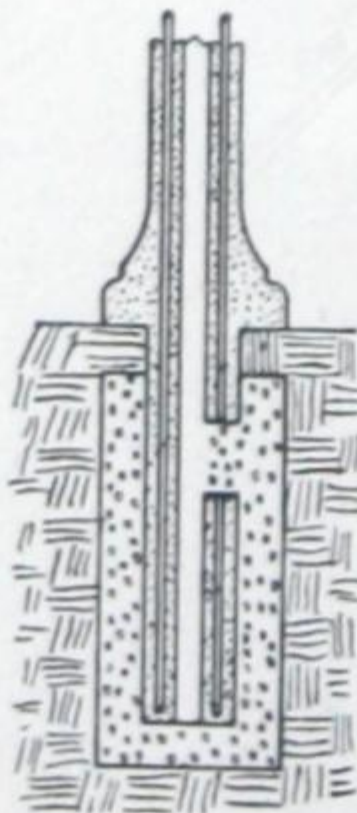

Fig. 3
1. Integral precast butt (Fig. 3).